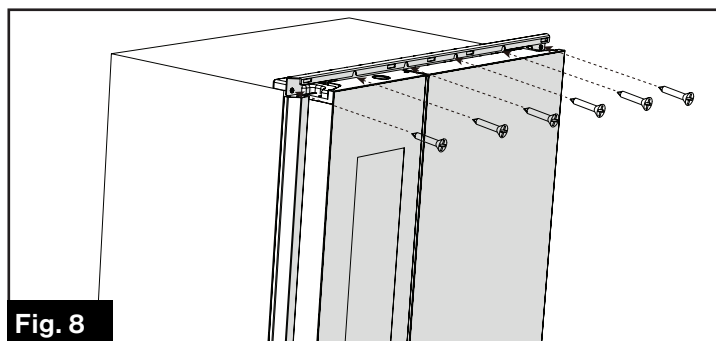
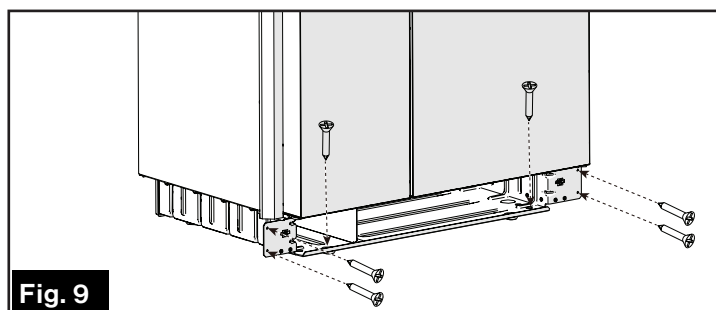

Fig. 8
Fig. 9
6. Fixez le réfrigérateur dans l'armoire à travers la bride de montage à l'aide de 12 vis autotaraudeuses. (Fig. 8 et Fig. 9)